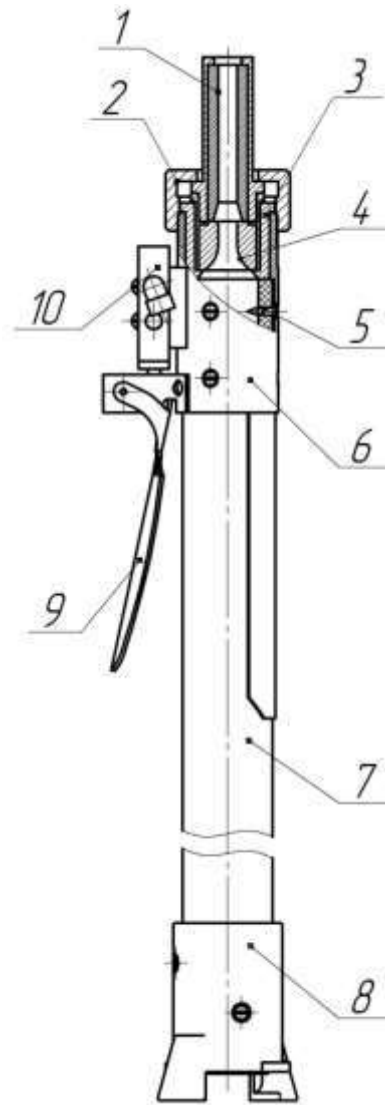
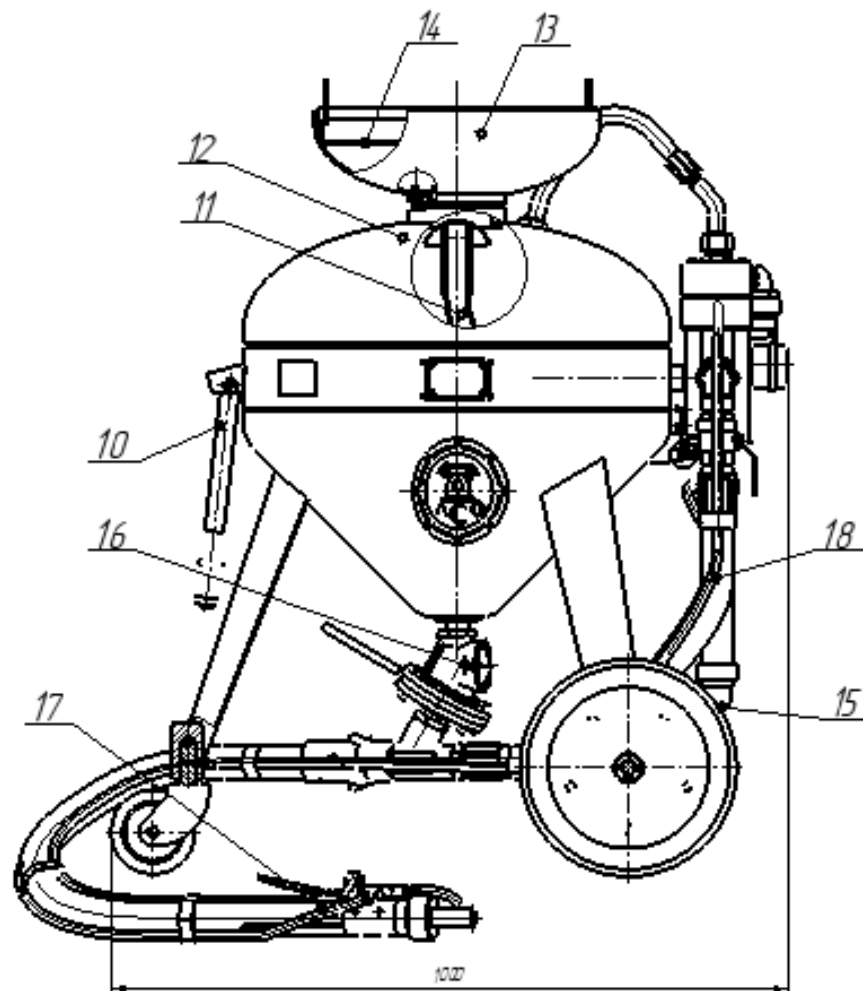
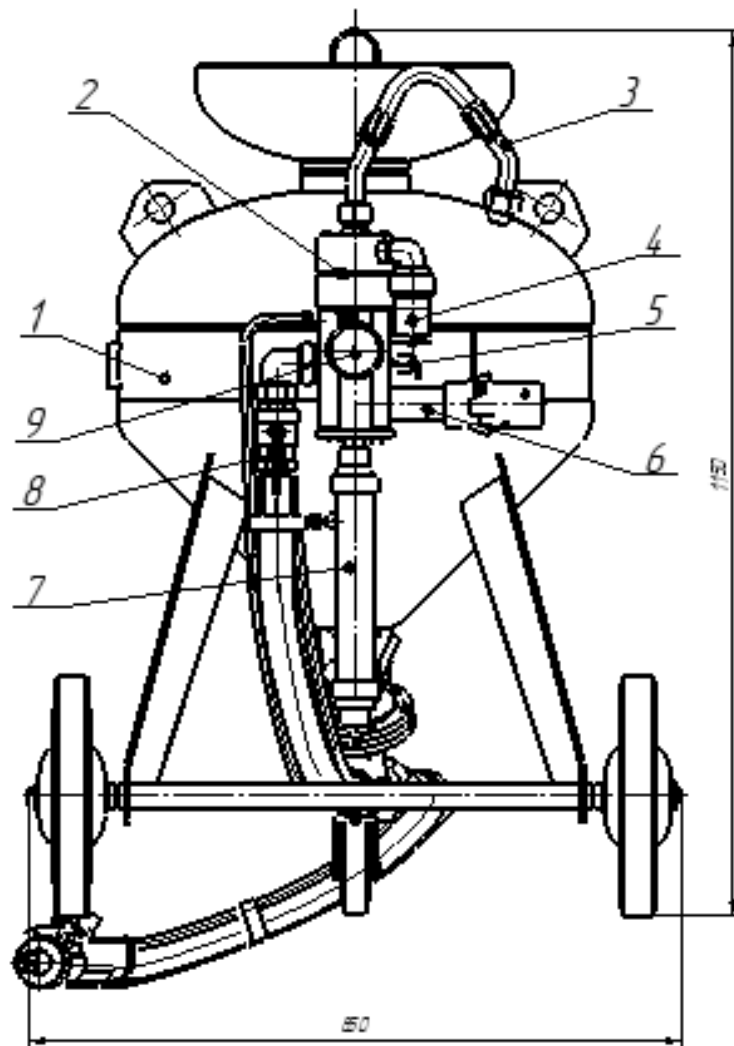

Рисунок 4. Напорный рукав.
Рисунок 2. Аппарат струйной очистки АСО-100.
Рисунок 1. Аппарат струйной очистки АСО-100.
3.1. Аппарат, рис.1, 2 состоит из следующих основных узлов: ресивер 1, загрузочный бункер 13, блок управления 2, дозатор 16, рукав напорный 17, рукава 3, 18.
4.1. Аппарат, рис.1, 2 представляет собой устройство, состоящее из ресивера 1, образующего рабочую камеру аппарата, загрузочного бункера 13 с сеткой 14, дозатора абразива 16, напорного рукава 17 и блока управления 2, обеспечивающего функциональное назначение аппарата.
**ВНИМАНИЕ:** Ежедневно, по окончании работы, необходимо слить воду из фильтра очистки воздуха 7 (рис. 1,2) через пробку сливную 15, находящийся на днище фильтра.
- 6.10. При незагруженном ресивере подать сжатый воздух в аппарат через патрубок 6 (рис.1). Нажимая на ручку 9 (рис.4) пневмораспределителя 10 убедиться в надежном срабатывании поршней блока управления, клапана загрузки, герметичности соединений рукавов и трубопроводов.
- 6.11. Отпустить ручку 9 (рис.4) и убедиться, что сжатый воздух из ресивера стравился в атмосферу через глушитель 4 (рис.1) и загрузочный клапан 12 (рис.2) опустился вниз, освободив загрузочное отверстие.
7.2. Рычагом дозатора 16 (рис.2) отрегулировать количество подаваемого абразива.